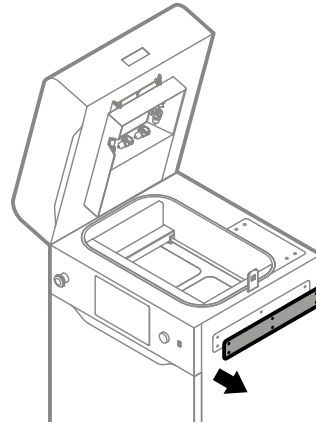

Abb. 12.70 Entferne die Zugangplatte.
7. Entferne die Zugangplatte auf der rechten Seite des Druckers (Abb. 12.70).